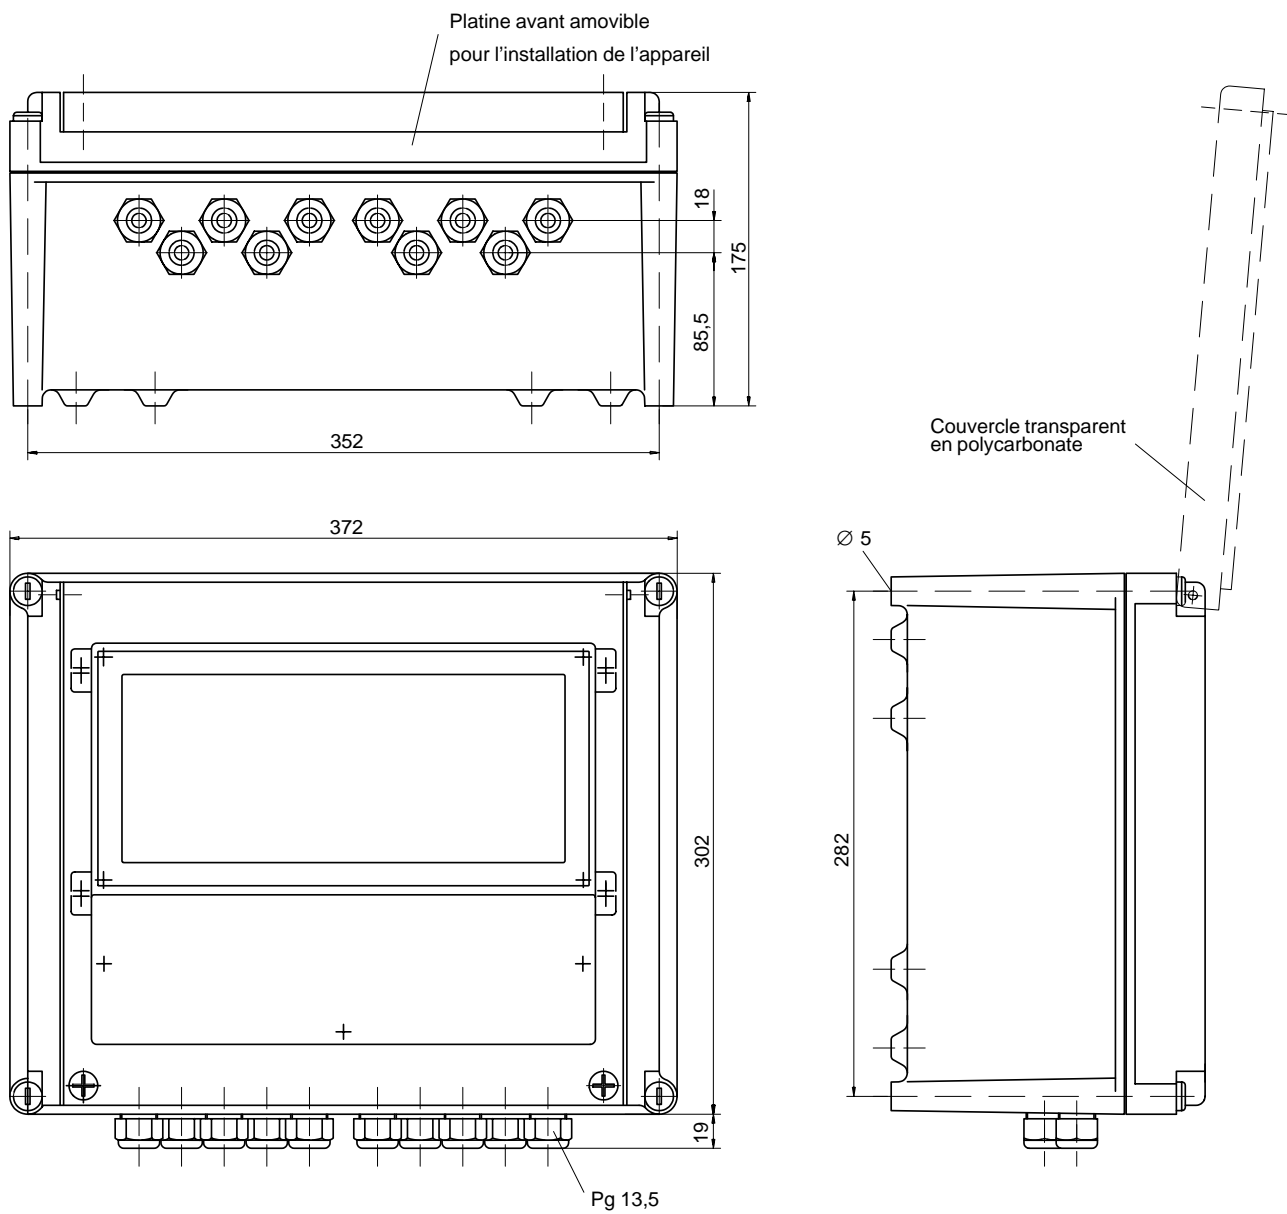

Fig. 10-3 Dessin d'encombrement de l'enveloppe ZU 0124
- L'enveloppe ZU 0124 protège l'appareil de manière optimale contre la poussière, l'humidité et les dommages mécaniques, dessin d'encombrement voir fig. 10-3.